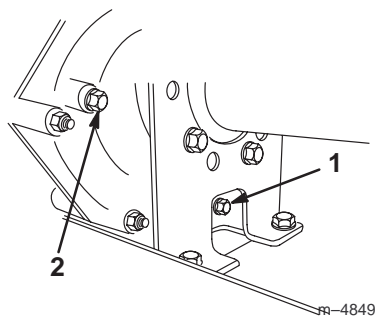
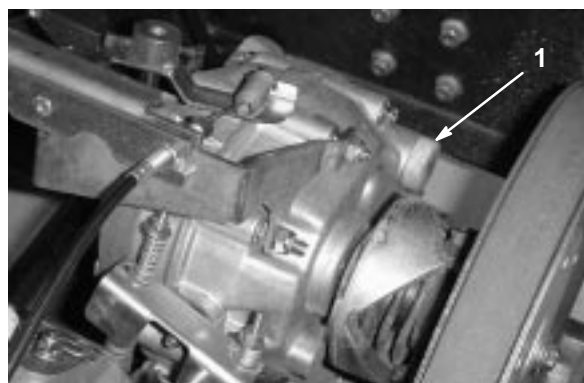

Figure 40
Figure 41
2. Enlevez le bouchon de vidange sur le côté droit du réservoir (Fig. 40) et laissez l'huile s'écouler dans un bac de vidange. Revissez le bouchon de vidange en place lorsque toute l'huile s'est écoulée.
3. Versez environ 1,4 l d'huile moteur SAE 10W30 dans le réservoir (Fig. 41) ou faites l'appoint jusqu'à ce que le niveau atteigne le bas du trou d'indication de niveau (Fig. 40).